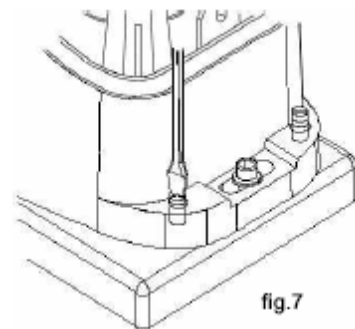
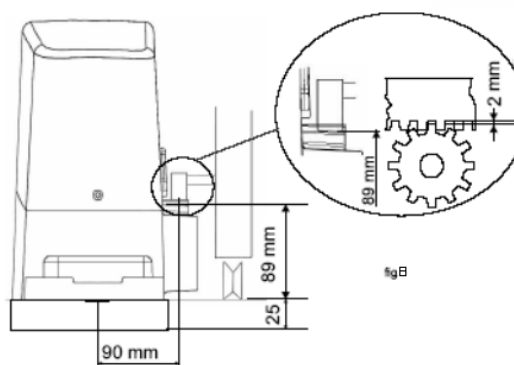

fig.7
fig.8
- Wkręcamy cztery śruby dystansowe (4) – rys. 7 i ustawiamy napęd w pozycji poziomej z zachowaniem luzu 2-3 mm pomiędzy kołem napędowym a listwą zębatą – rys. 8
- Dokręcamy śruby montażowe (3) i zakładamy osłony śrub (2)